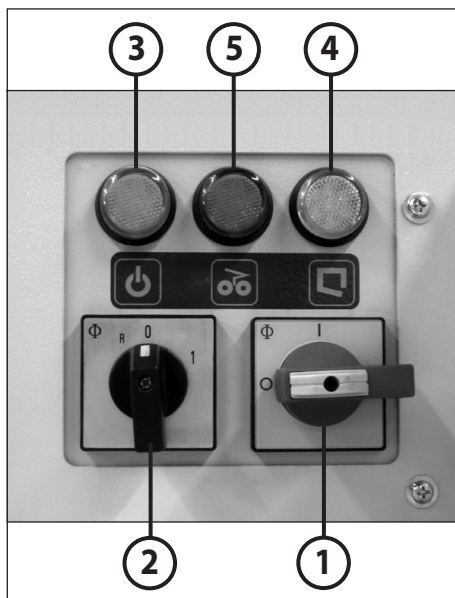

fig. 11
1. Conectar el interruptor principal (1) (fig. 11) (pos. "1").
2. Conmutar el conmutador giratorio (2) a la posición "1" (fig. 11).
ELEMENTOS DE MANEJO DE LA DESTRUCTORA DE DOCUMENTOS**ELEMENTOS DE MANEJO (fig. 11):****1 = Interruptor principal****(Parada de emergencia)**